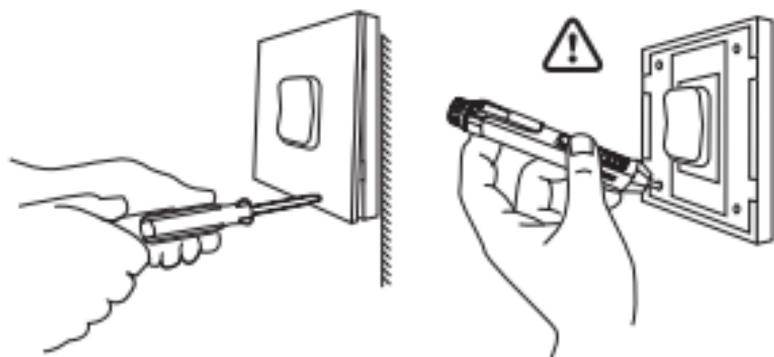

Рисунок 5
7.3 При установке диммера в подрозетник рекомендуется предварительно снять лицевую панель с выключателя и с помощью электрического тестера проверить все провода, подключенные к нему, чтобы убедиться в отсутствии напряжения в цепи (см. рисунок 5). Демонтируйте выключатель и снимите его со стены. Определите, какие проводники относятся к сети, а какие к нагрузке.